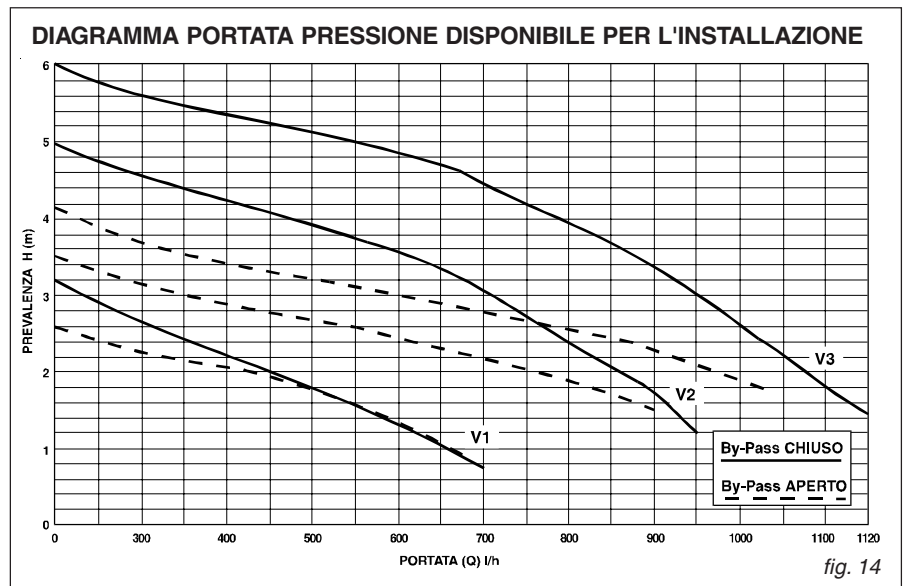

fig. 14
- misura dell'aria comburente prelevata nell'apposito foro 2 (vedi fig. 14).
- misura della temperatura fumi e della CO2 prelevata nell'apposito foro 1 (vedi fig. 14).